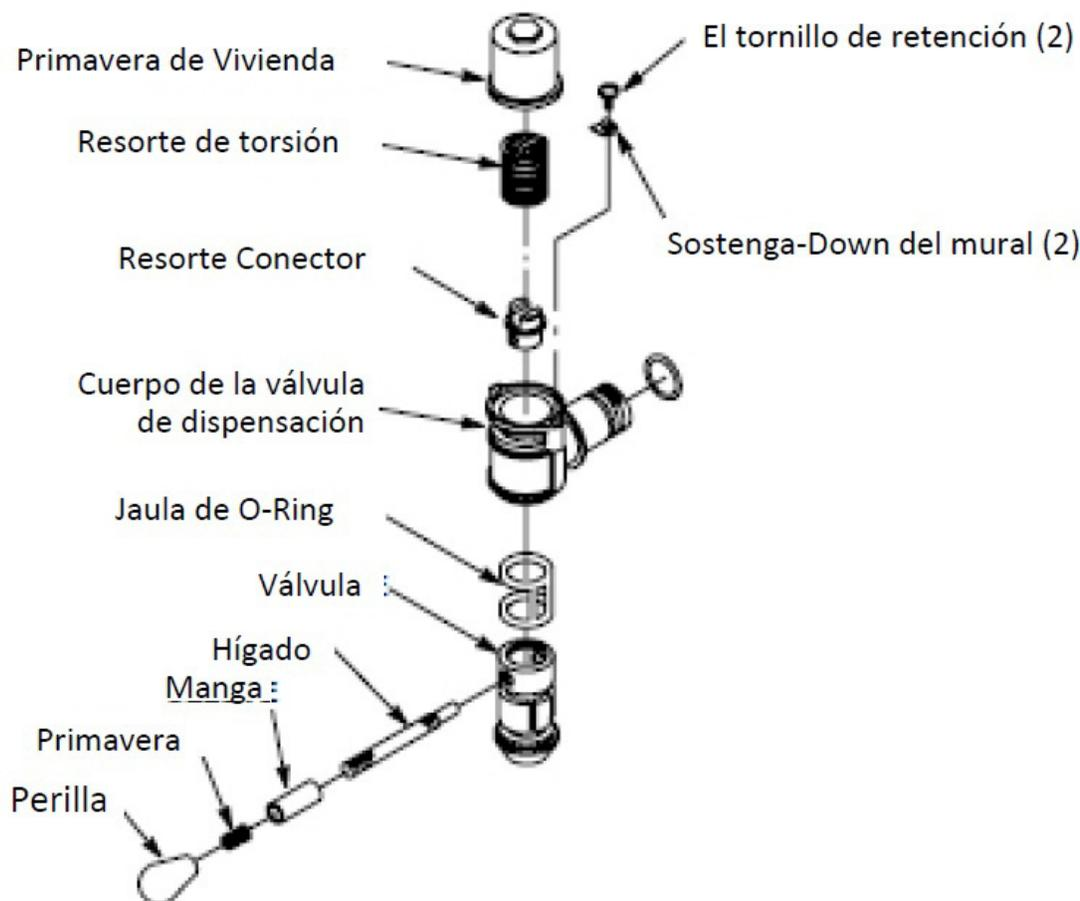

Figura 10. Cierre La Válvula De Dispensación
Refiérase Figura 10 y realice el procedimiento en la Tabla 12. para lubricar o para cambiar los empaques en forma de jaula (Caged O-ring) en cada válvula dispensadora de la unidad.
6.	Desmonte la válvula de dispensar (ver Figura 10).